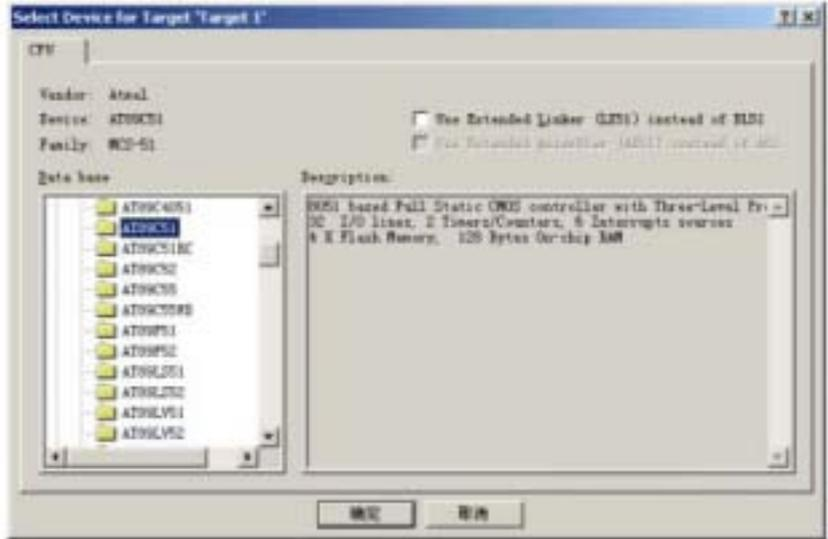

图 1-4 选取芯片
(2)选择所要的单片机,这里我们选择常用的 Atmel 公司的 AT89C51.此时屏幕如图 1-4 所示.AT 8 9 C 5 1 有什么功能,特点呢?不用急,看图中右边有简单的介绍,稍后的章节会作较详细的介绍.完成上面步骤后,我们就可以进行程序的编写了.